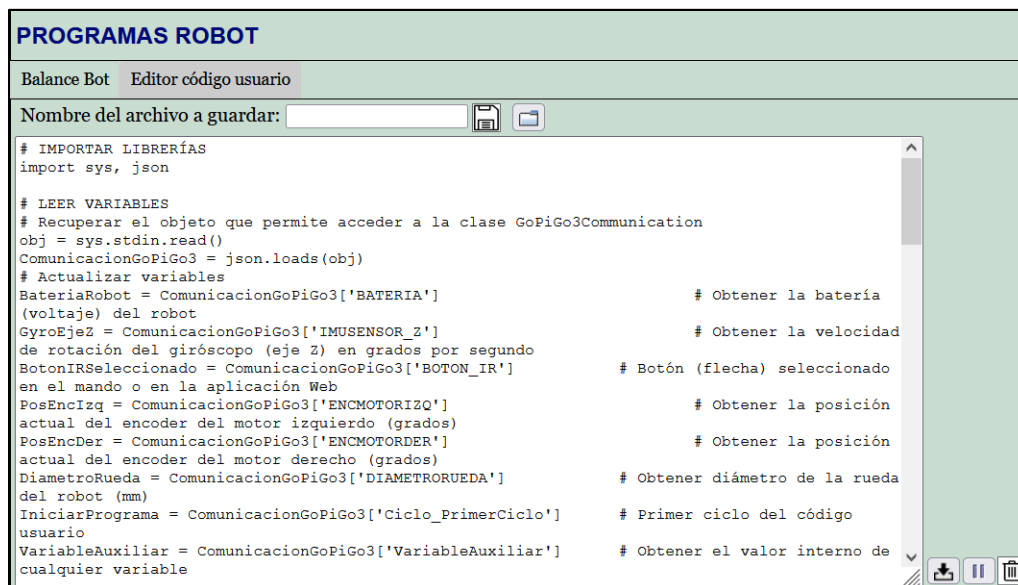

Figura 41: Panel PROGRAMAS ROBOT EDITOR CÓDIGO USUARIO
- **Editor código usuario:** en esta pestaña el usuario podrá desarrollar su programa de control (ver Figura 41). Para ello, tendrá que utilizar el lenguaje de programación Python. Esta pestaña ofrece las siguientes opciones: